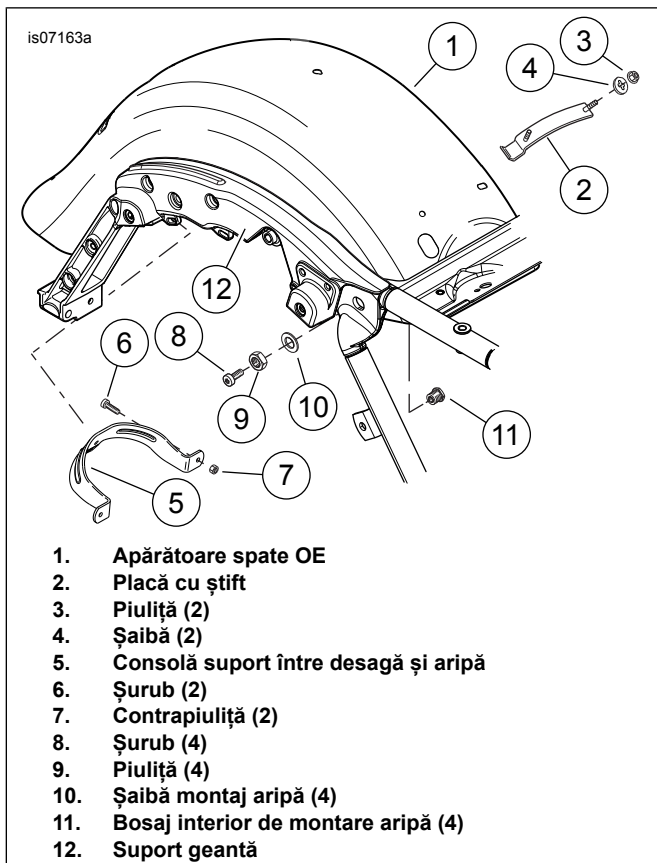

Figura 1. Scoateți elementele de la aripa din spate
2. A se vedea figura 1. Îndepărtați următoarele elemente de pe aripa Echipament original (OE) (1). Puneți deoparte pentru instalare ulterioară pe **noua** aripă:
- a. Placa cu știft (2), două piulițe (3) și două șaibe (4) din fața aripii.
- b. Consolă suport între desagă și aripă (5), două șuruburi (6) și două piulițe (7) la partea din spate a aripii.
- c. Suporturi desagă (12).
1. A se vedea figura 1. Instalați un **nou** bosaj de montare aripă (11), din interior, printr-una dintre cele patru găuri din părțile laterale ale aripii.
2. Așezați o șaibă (10) pe filetul bosajului și fixați-o cu o piuliță (9). Strângeți.